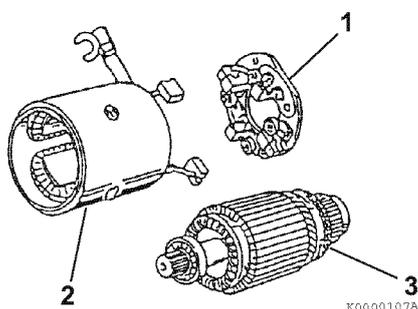

Figure 11-6
5. Retirez l'ensemble porte-balais (1, Figure 11-6) de l'ensemble d'induit (3, Figure 11-6).
6. Sortez l'ensemble d'induit (3, Figure 11-6) de l'ensemble de bobine inductrice (2, Figure 11-6).